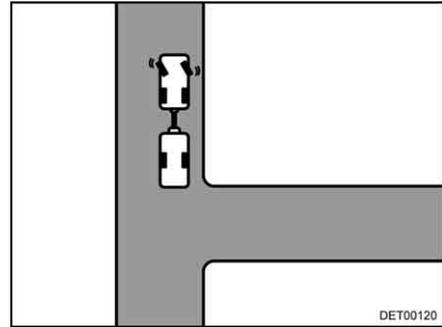

Fig. 18 Braquer à gauche
- Braquer à gauche quand l'attelage est arrêté (Fig. 18).